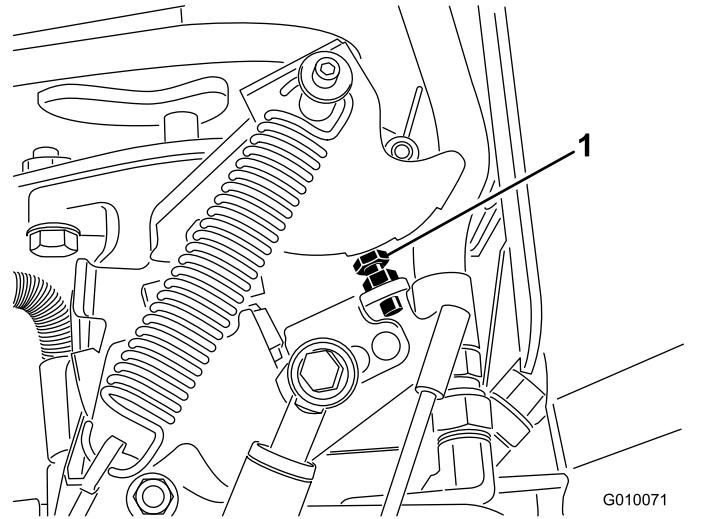

Bild 66
6. Wenn die Einstellung verstellt werden muss, drehen Sie die Pumpenanschlagschraube (Bild 66) mehr zur Anschlagsplatte, um den Lochabstand zu verringern, oder drehen Sie die Anschlagschraube von der Anschlagsplatte weg, um den Lochabstand zu erhöhen.